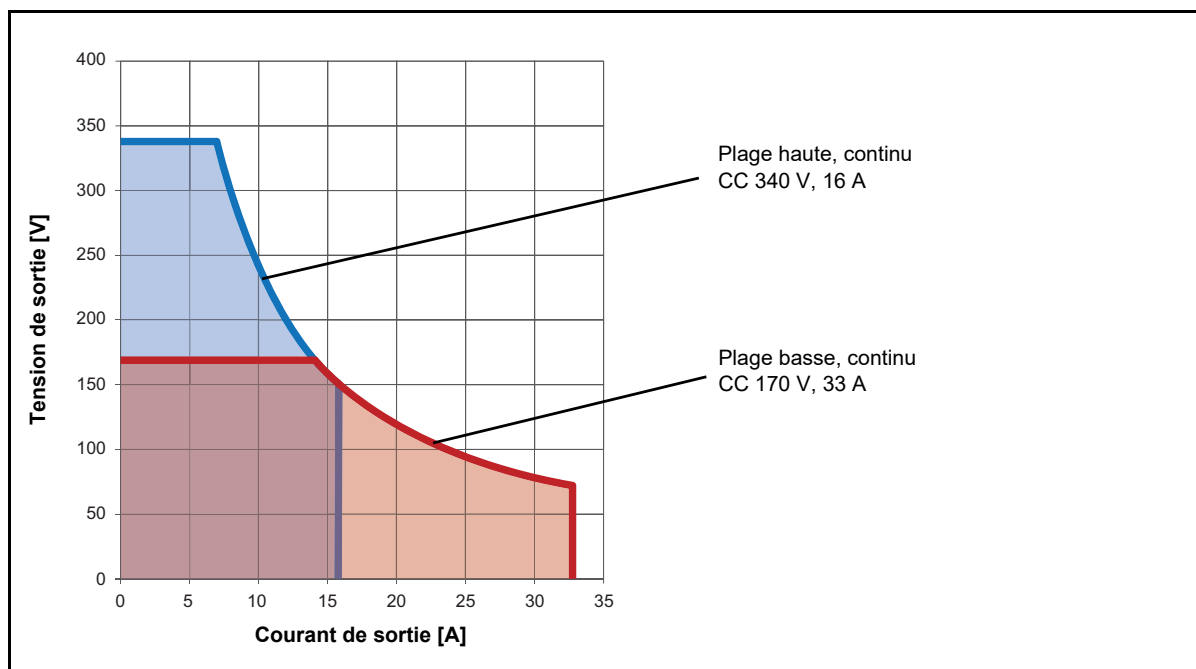

Figure 15-1: Plage de fonctionnement admissible 1 x CC 340 V 16 A
2. Voir la Figure 15-1: «Plage de fonctionnement admissible 1 x CC 340 V 16 A» page 222.